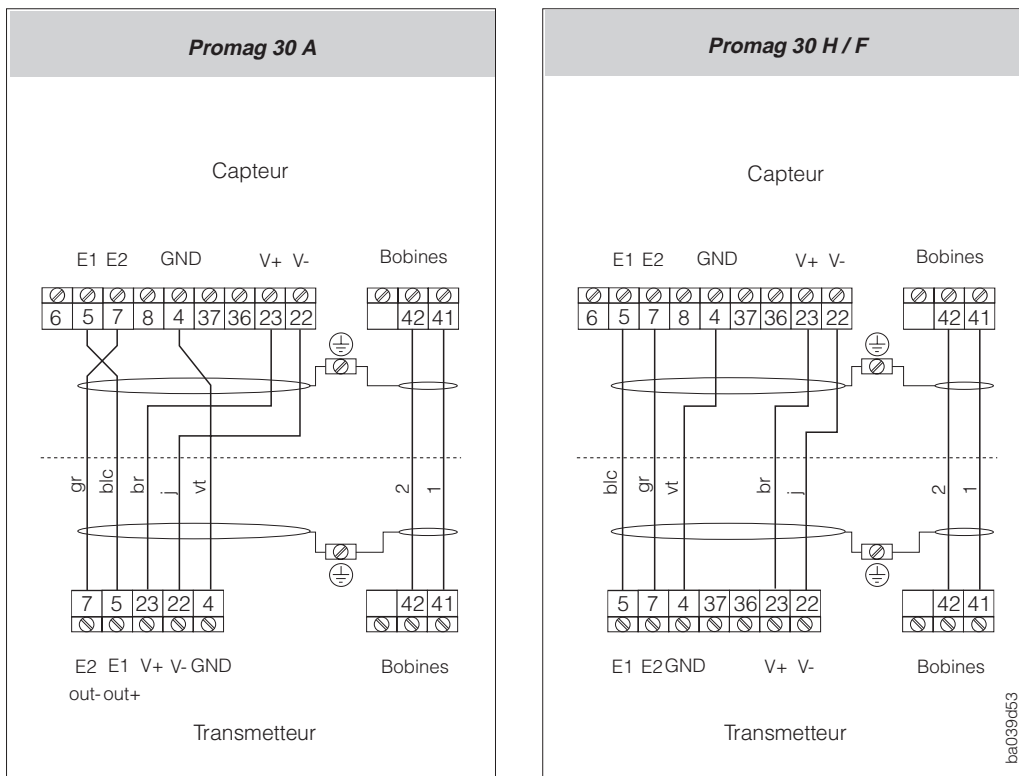

Fig. 26 Schémas de raccordement des versions séparées FS et FL
4. Faire le raccordement du capteur au transmetteur selon les schémas électriques (fig. 26).